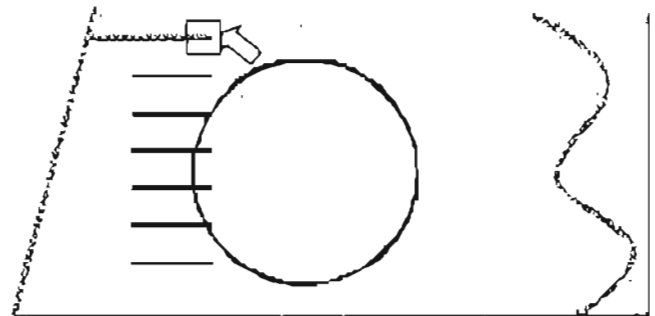

Рис. 7.55. Выбор удлиняемого отрезка
3. Укажите концы удлиняемых отрезков (рис. 7.55).